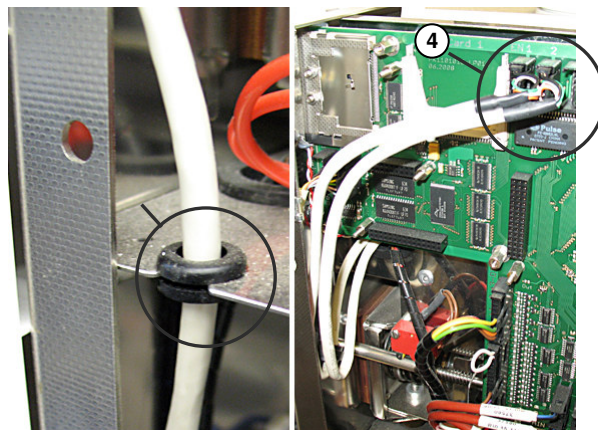

Рисунок 6
3. Вытащите коннектор кабеля «Ethernet» из разъема (рис. 6, п. 2).